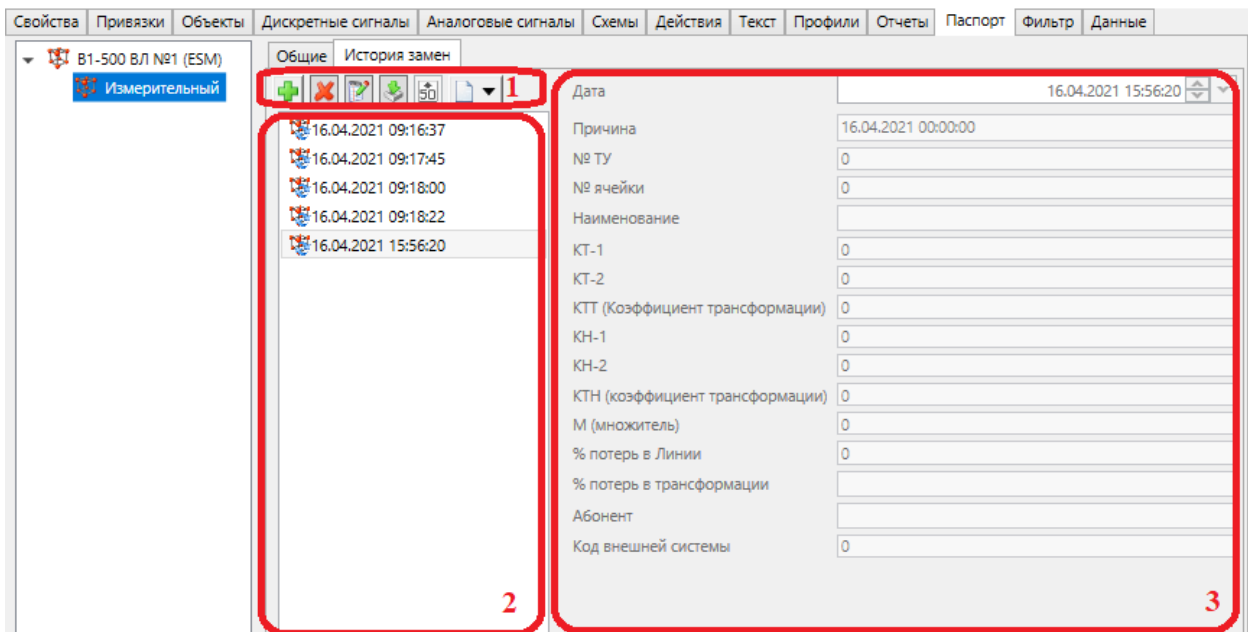

Рисунок 117 – Подраздел **История замен** раздела **Паспорт**
В подразделе **История замен** раздела **Паспорт** устанавливаются значения дополнительных свойств истории замен (рисунок 117).
- редактора списка истории замен (рисунок 117, поз. 1). Перечень и описание редактора списка истории замен приведены в таблице 50;
- список добавленных и подгруженных записей истории замен дополнительных свойств объекта (рисунок 117, поз. 2);
- перечень дополнительных свойств выбранной записи истории замен (рисунок 117, поз. 3). Перечень и типы дополнительных свойств соответствует настройкам типа объекта (4.7.16.6.10).